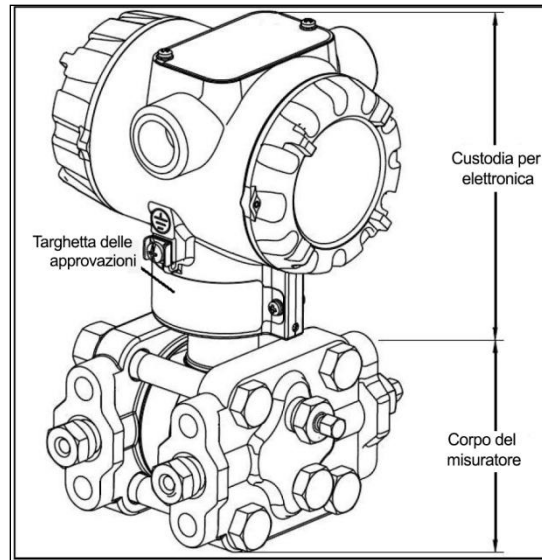
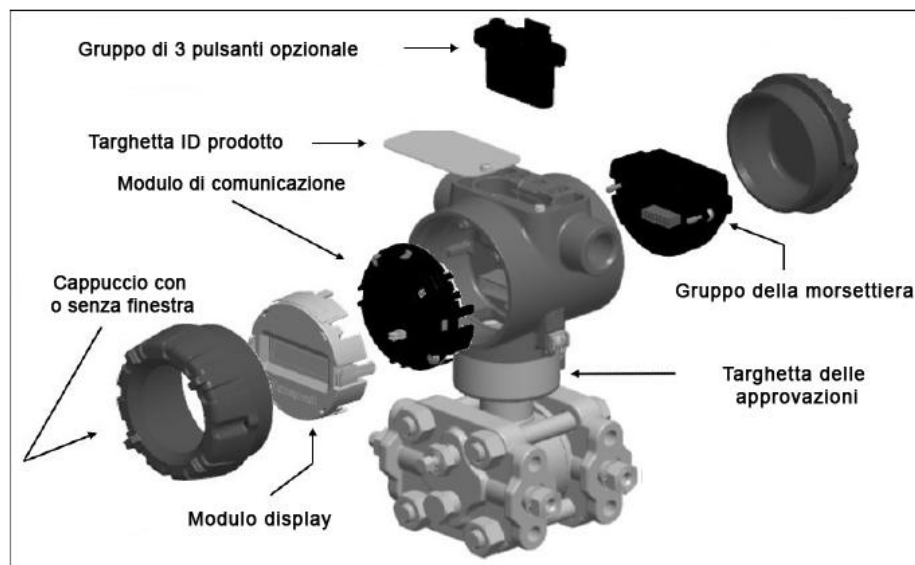
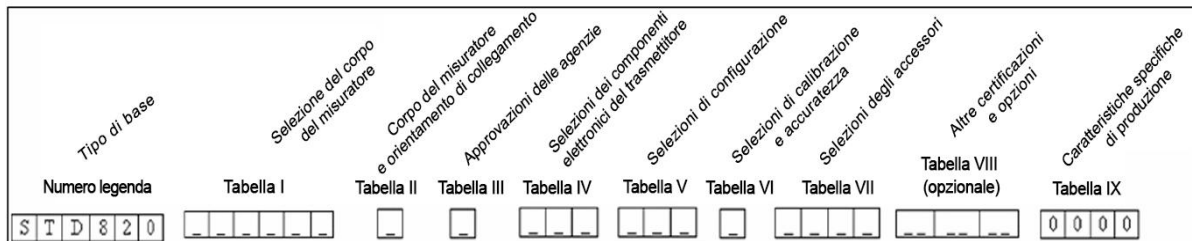

Figura 1 - Gruppi principali di ST 700
Figura 2 - Componenti della custodia per elettronica
Figura 3 - Targhetta tipica di un trasmettitore ST 700
Come mostrato nella Figura 1, il trasmettitore ST 700 presenta due gruppi principali: la custodia per elettronica e il corpo del misuratore. Gli elementi nella custodia per elettronica rispondono ai comandi di configurazione ed eseguono il software e il protocollo per i diversi tipi di misurazione della pressione. La Figura 2 mostra i gruppi nella custodia per elettronica con le opzioni disponibili.
La targhetta del trasmettitore collocata sul fondo della custodia per elettronica (vedere la Figura 1) riporta il numero del modello, la configurazione fisica, le opzioni per l'elettronica, gli accessori, le certificazioni e le specifiche di produzione. La Figura 3 mostra un esempio di una tipica targhetta per un trasmettitore di pressione differenziale (DP), di pressione relativa (GP) o di pressione atmosferica (AP). Il formato del numero del modello è composto da un numero con diverse selezioni di tabelle. Le targhette per i modelli di trasmettitori di pressione differenziale (DP), pressione assoluta (AP) e pressione relativa (GP) sono essenzialmente identiche. Tuttavia, il trasmettitore di pressione differenziale offre un'immissione aggiuntiva (7 caratteri e non 6) nelle selezioni del corpo del misuratore (Tabella I), per tenere conto del valore nominale della pressione statica.
Una targhetta delle “approvazioni” è situata nella parte inferiore del gruppo dell'elettronica; vedere la Figura 1 per la posizione esatta. La targhetta delle approvazioni contiene informazioni e marchi di servizio sulla conformità del trasmettitore. Fare riferimento all'Appendice C di questo documento per i requisiti e i dettagli della certificazione di sicurezza.
La nuova generazione di trasmettitori di pressione SmartLine ST 700 consente di regolare lo zero e il campo utilizzando il gruppo di tre pulsanti opzionale collocato nella parte superiore della custodia per elettronica (vedere la Figura 2).